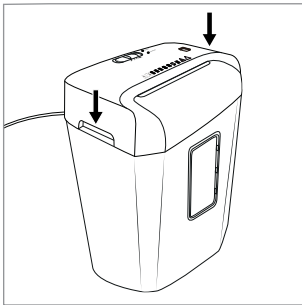

Fig. 1
- ▶ Las cuchillas del accesorio de corte ⑤ del aparato están muy afiladas. ¡Proceda con especial cautela al montar el aparato!
- ◆ Sujete el accesorio de corte ⑤ por los dos agarres ⑦ integrados y colóquelo sobre el contenedor ⑩ de forma que el cable de red ① apunte hacia atrás y la ventana de control ⑨ del contenedor ⑩ apunte hacia delante (consulte la fig. 1).